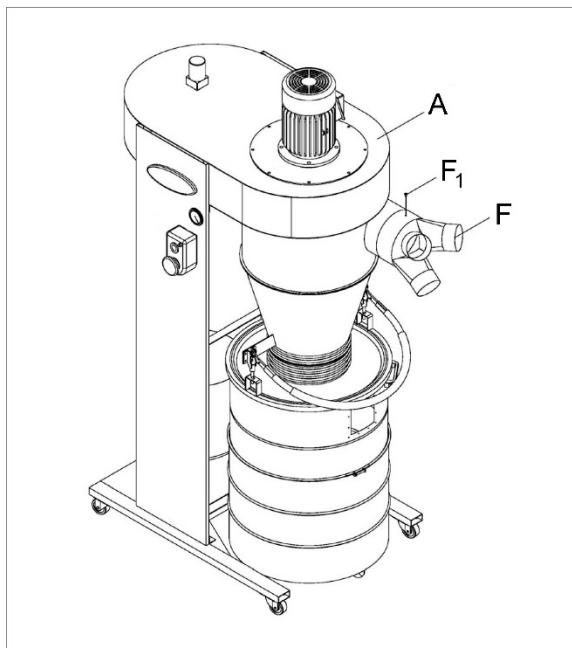

Рисунок 9
15. Наденьте впускной патрубок (F, Рис. 9) на отверстие основного узла и затяните винт (F₁).